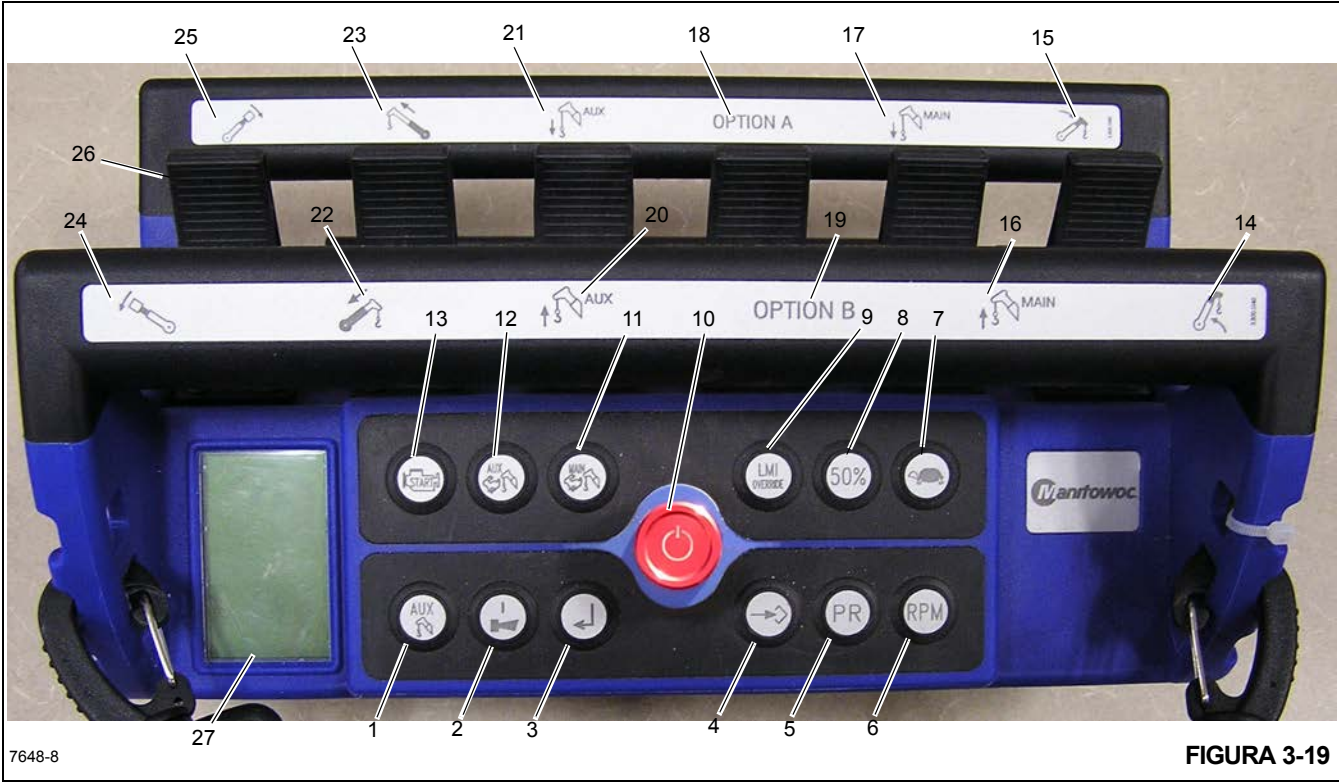
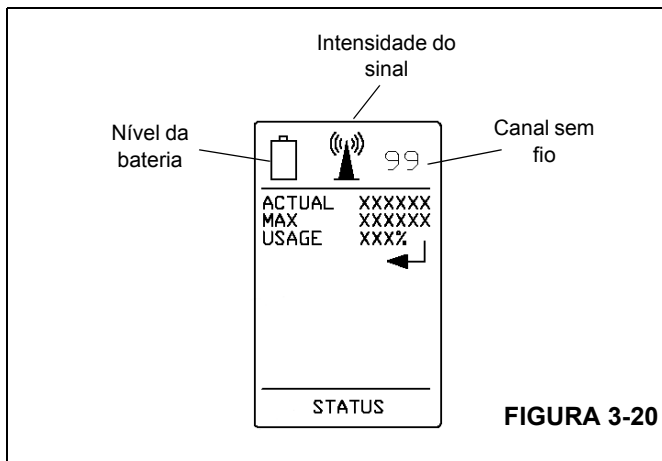

FIGURA 3-19
FIGURA 3-20
Se o seu guindaste for equipado com o Controle remoto para o guindaste completo (Figura 3-19) (controle remoto azul grande, fornecido com uma cinta) consulte as instruções de operação no manual Opções do controle remoto por rádio.
Depois de usar o controle remoto, ele pode ser guardado e carregado na base de carga de 12 V localizada na cabine do guindaste, no suporte do manual da tabela de cargas (1, Figura 3-20).
O Controle remoto do guindaste opcional (Figura 3-19) permite o controle remoto total do guindaste. O Controle remoto padrão é desativado ao usar o Controle remoto do guindaste.
A Tela de LCD (27, Figura 3-19 e Figura 3-20) no mostrador é usada para informar intensidade do sinal, nível da bateria, canal sem fio, status do controle remoto e a configuração do guindaste dependendo dos botões que são pressionados. As informações do RCL são também exibidas para o operador e podem ser alternadas pressionando-se o botão Alternar a tela do IMC do guindaste (3). As seguintes informações do RCL estão disponíveis ao operador na tela de LCD:
Para usar este controle remoto, é necessário pressionar o botão vermelho de PARADA (10, Figura 3-19) para ligar o transmissor.